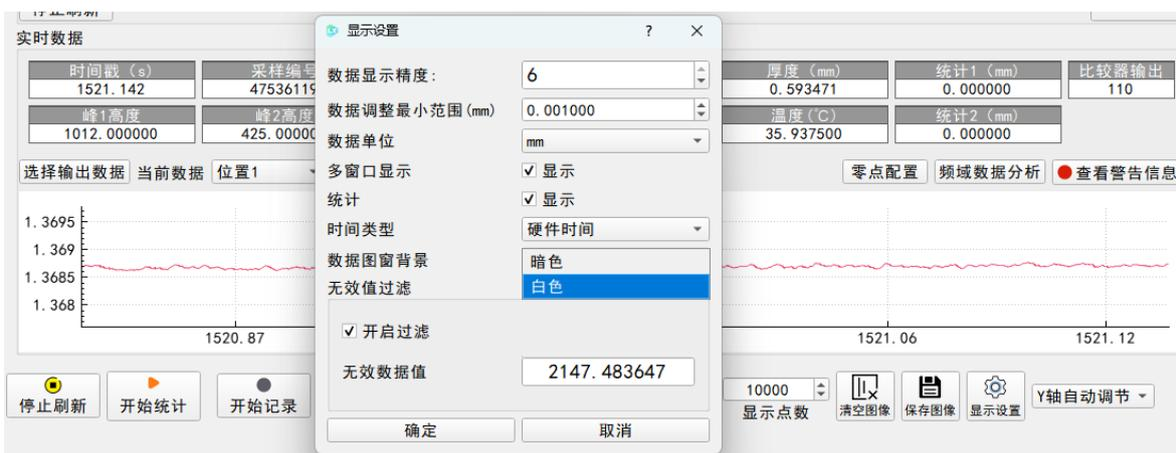

图 5-8 显示设置
- 数据图窗背景，选择白色时，背景变为白色，如图 5-8 所示；默认为暗色。